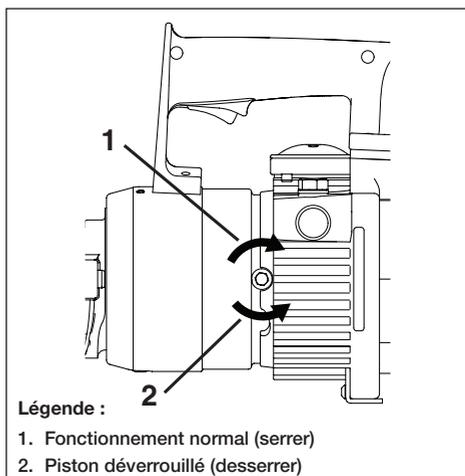

Figure 4, Vis de déverrouillage du piston
Avant d'utiliser le coupe-barre, vérifiez que la vis de déverrouillage du piston est en butée vers la droite. Utilisez une clé Allen de 8 mm. Se reporter à la Figure 4.
3. Assurez-vous que la vis de déverrouillage du piston soit bien serrée. Voir la figure 4.